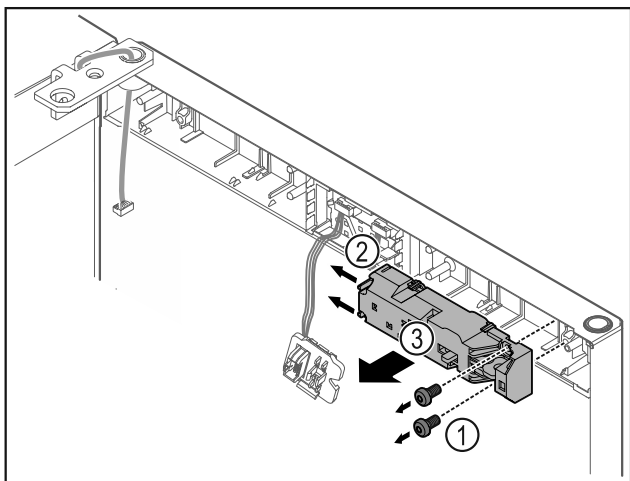

Fig. 23
- ▶ Vegye ki a csavarokat Fig. 23 (1).
- ▶ Tolja el oldalra a reteszelő nyelveket Fig. 23 (2), majd vegye le a zárat Fig. 23 (3).